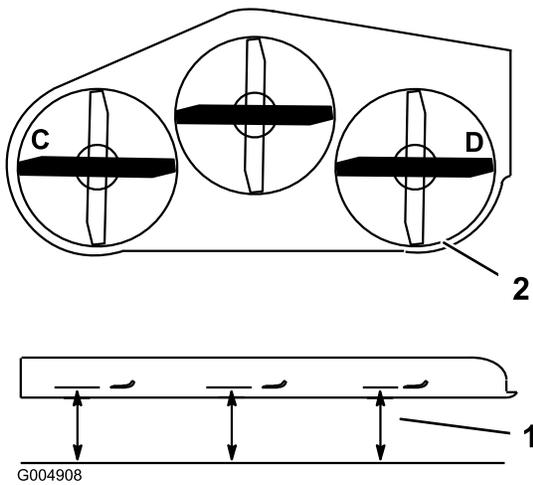
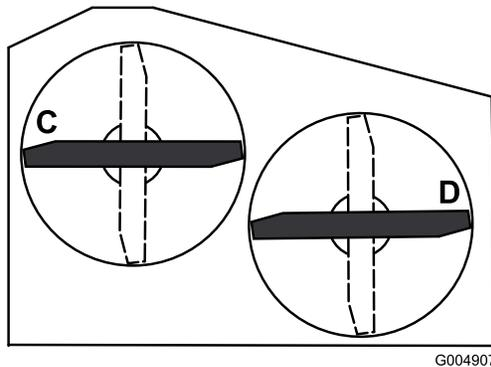

Figura 76
Figura 77
2. Coloque las cuchillas en posición lateral. Mida la cuchilla en las posiciones **C** y **D** desde una superficie nivelada hasta el filo de corte de las cuchillas (Figura 76). Para carcasas de corte de 36 pulgadas, consulte la Figura 77.